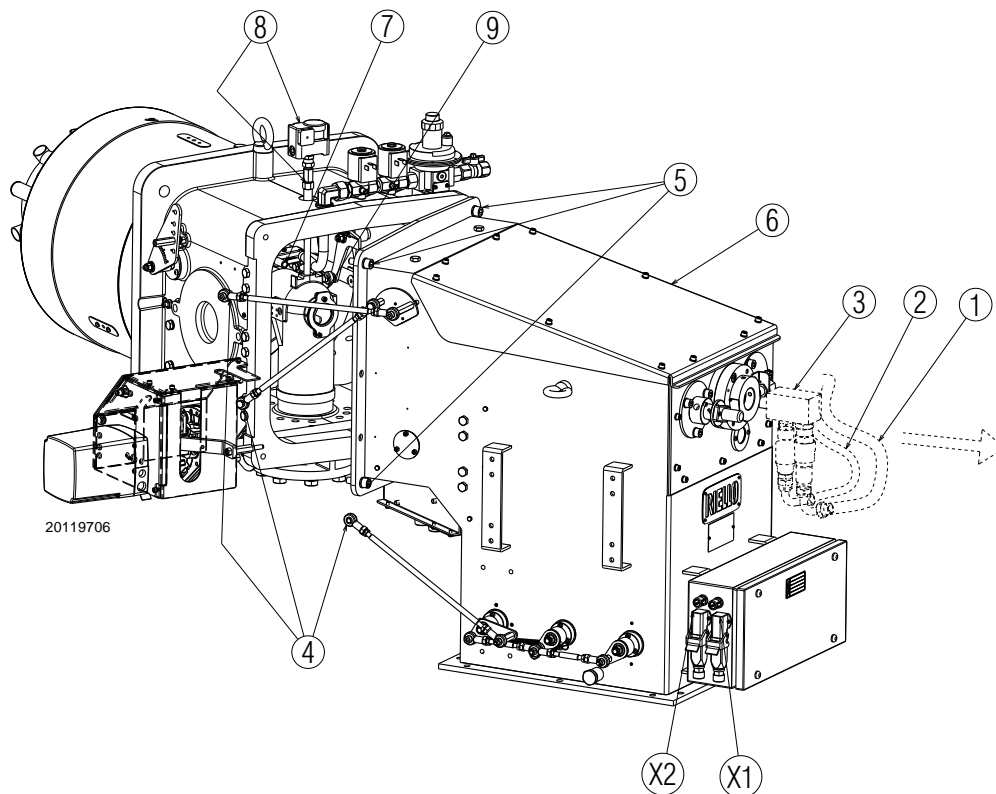

Fig. 16
- Scollegare i tubi olio 1) e 2)(Fig. 16) e togliere la lancia 3);